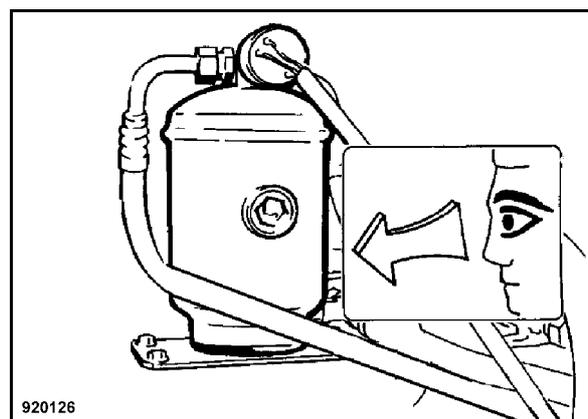

Рис. 154
- Проверить блок осушителя / паросборника (Рис. 154) на предмет повреждения или ржавчины.